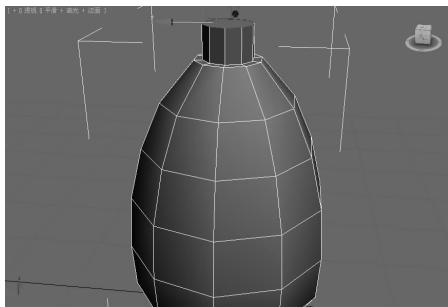

图 5-85 挤出插入后的多边形 ▲
(4) 在“编辑多边形”卷展栏中单击“挤出”按钮右边的  按钮,弹出“挤出多边形”对话框,设置“挤出高度”为 3.5,单击“确定”按钮,得到如图 5-85 所示的效果。